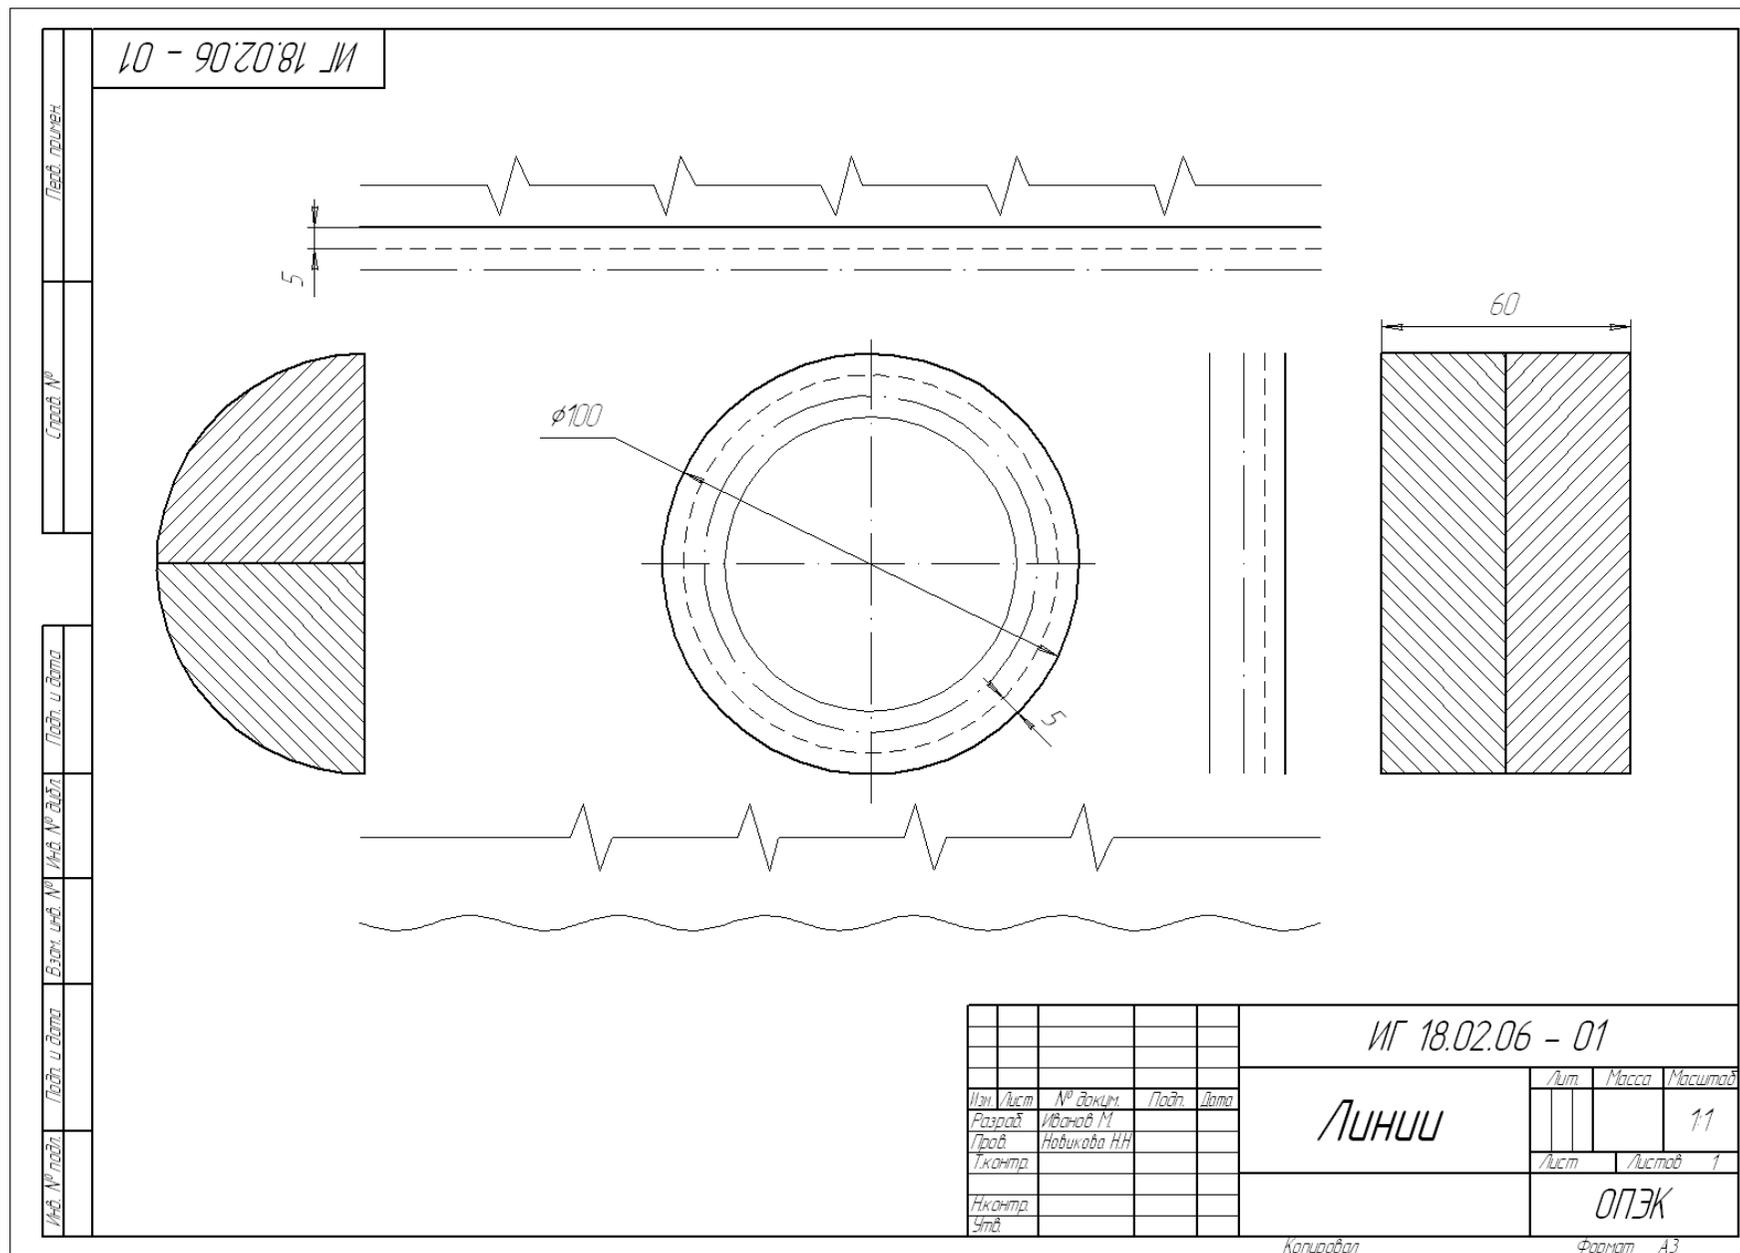

Рисунок 2- Исходные данные для выполнения задания
1. Внимательно рассмотрите задание (рис.2);
Требования к содержанию и оформлению отчета: графическая работа, выполненная по образцу – рисунок 2.